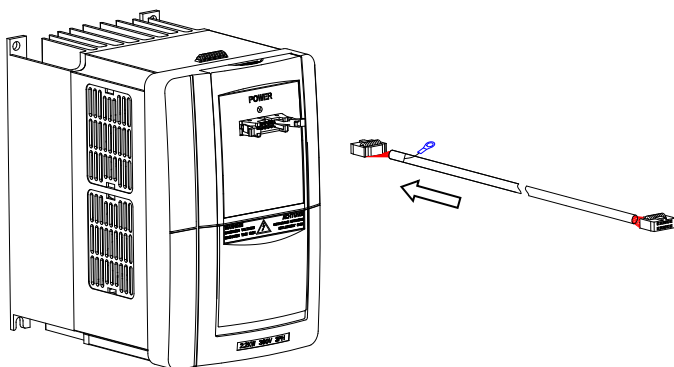

图 3-10 机形 A 操作面板及连接线安装图
**步骤 3、**将选配件中提供的连接线带接地的一头插入接口板的插槽中。（如图 3-10 所示）。